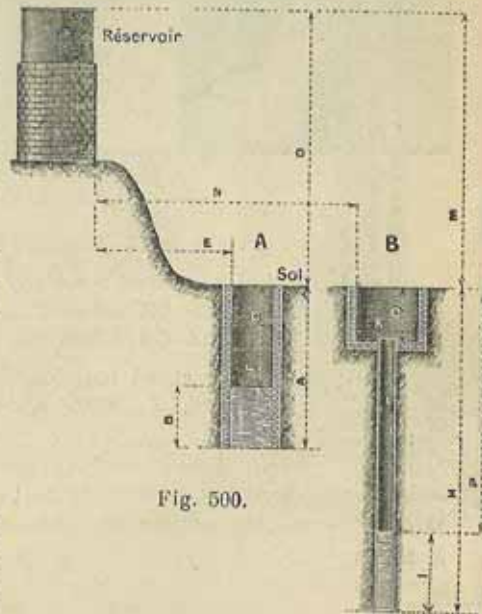

Fig. 500.
**Important.** — Le bon fonctionnement d'une pompe, dépendant en grande partie des conditions de son installation, il importe, dans les demandes de devis ou projets, de fournir les renseignements indispensables, qui sont énumérés ci-dessous sous forme de questionnaire en s'inspirant de la figure 500. Après accord les plans d'installations et de fondations sont envoyés à l'acheteur.